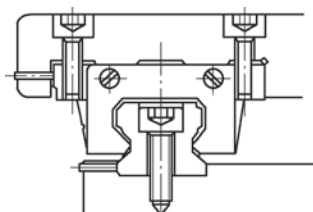
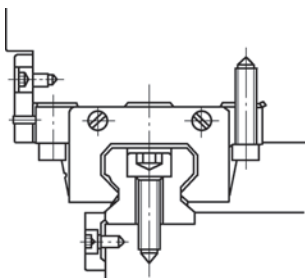

图 8
图 9
导轨安装形式之后,下一步就是设计导轨、滑块连接基准面的结构形式,这关系到滑块类型的选择以及导轨安装基面的设计,常见的有4种形式,其特点和设计时应注意的关键点为:①紧固螺钉固定(见图8),导轨的安装台阶要考虑到不能与滑块发生干涉,因此靠台空间有限,此时要特别注意紧固螺钉尺寸不能太大,螺钉尺寸过大,会造成壁太薄、强度减弱。②压板固定(见图9),尤其注意压板的退让槽设计,防止与导轨、滑块的角部发生干涉,同时注意固定位置与导轨安装孔位置的相对关系,尤其压板不能过长,否则起不到压紧的作